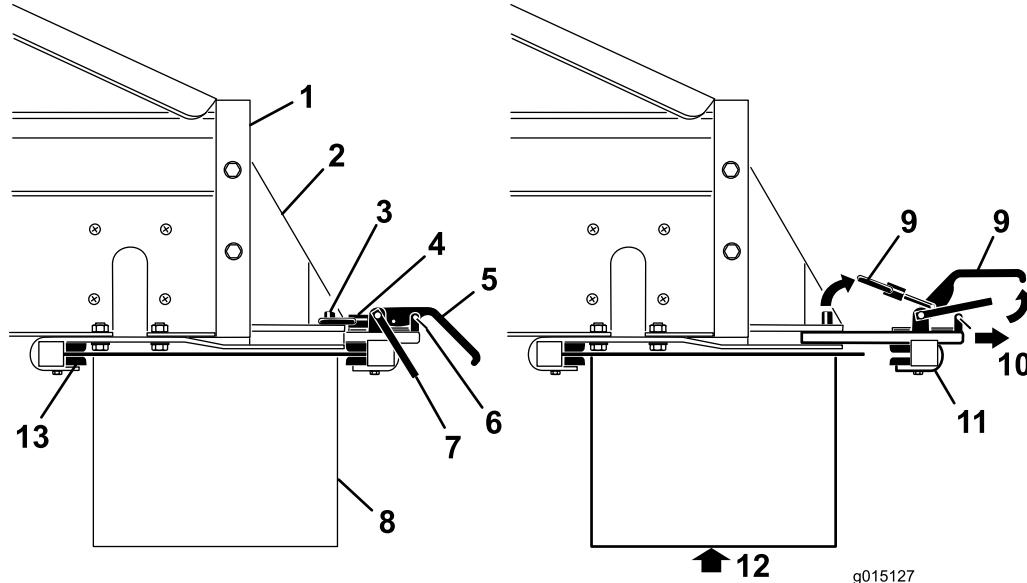

图37
6. 在他人协助下，将位于 MH-400 后部的上下交叉输送器/转盘的前端插入固定架前部的锁紧装置(图37)。
7. 在为交叉输送器/转盘提供支撑的同时，将后部附件连接锁紧组件滑入支架的槽内，并位于尾端上方(图37)。
9. 将安全闩装回锁紧手柄 (图37)。
3. 卸下锁紧手柄 (图37) 上的安全闩夹。
4. 提起安全闩，然后提起附件连接锁紧手柄，再从锁销中放开锁环 (图37)。
5. 将后部的附件连接锁紧组件滑出快速连接槽(图37)。